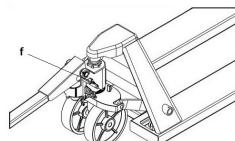

Figura 3
- Abaixar a pega na posição horizontal e desbloquear a mola extraíndo o perno (f) (Figura 3). Guardar o perno. Utilizá-lo para bloquear a mola quando estiver a operar na bomba.